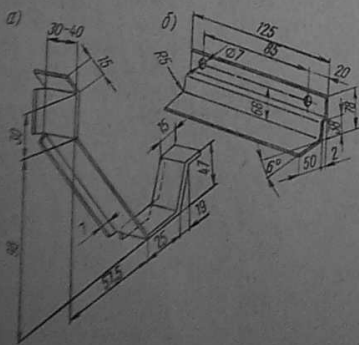
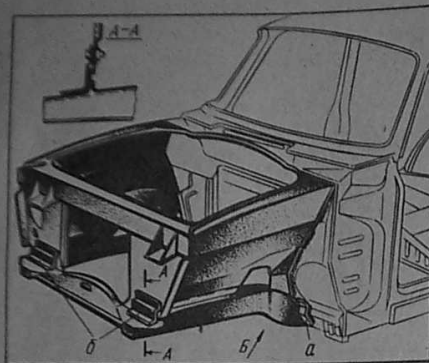

Рис. 169. Ремонтные детали (показан левый
Рис. 171. Установка и приварка рамы, полки щитов радиатора и брызговиков
Кроме упомянутого приспособления, следует еще изготовить два угольника для фиксации щитов радиатора относительно рамы. Размеры угольников даны на рис. 169. Материалом служит листовая сталь толщиной 1,5–2 мм.
2. С помощью угольников *a* (см. рис. 169) соединить распорки лонжеронов с рамой, как показано на рис. 171. Угольники приварить сплошным швом.